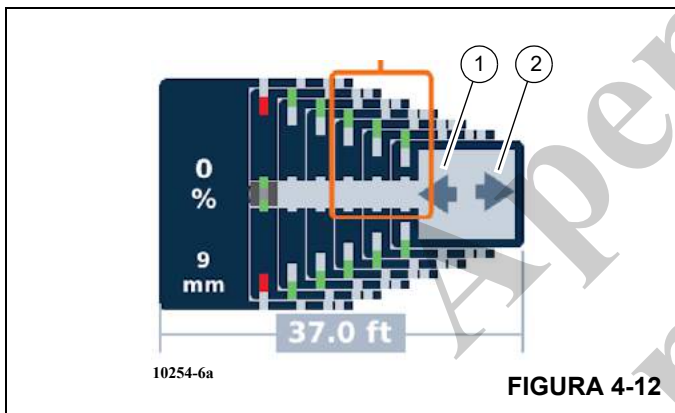

FIGURA 4-12
A função telescópica será iniciada apenas se a seta para a esquerda para retração (1, Figura 4-12) ou a seta para a direita para extensão (2) for exibida no local indicado na tela de exibição de operação (seja a tela de função telescópica semiautomática ou manual).